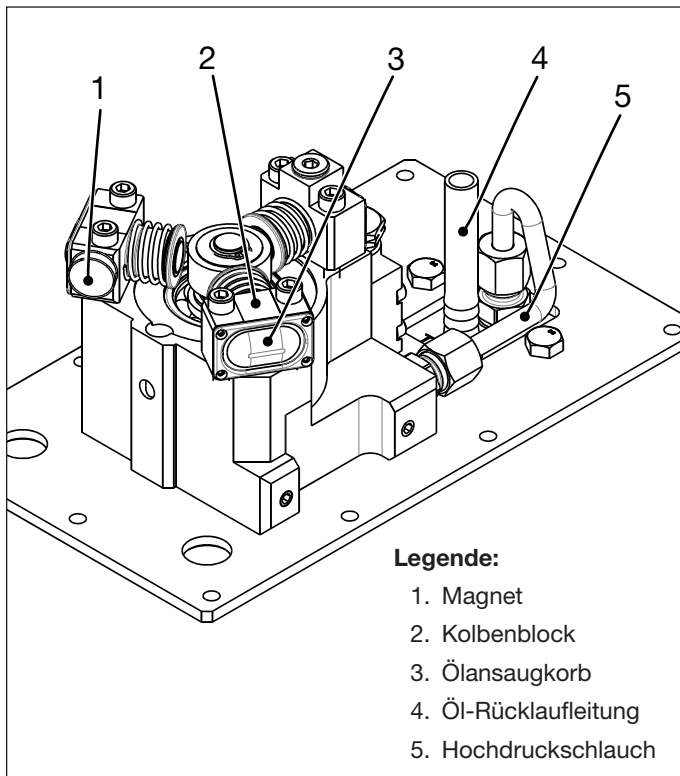

**Abbildung 13: Reinigung und Inspektion des Tanks
4. Entfernen Sie die vier Kopschrauben und die Unterlegscheiben. Nehmen Sie den Schutzrahmen und die Luft-Wartungseinheit vorsichtig vom Hydrauliköltank ab. Siehe Abbildung 13.